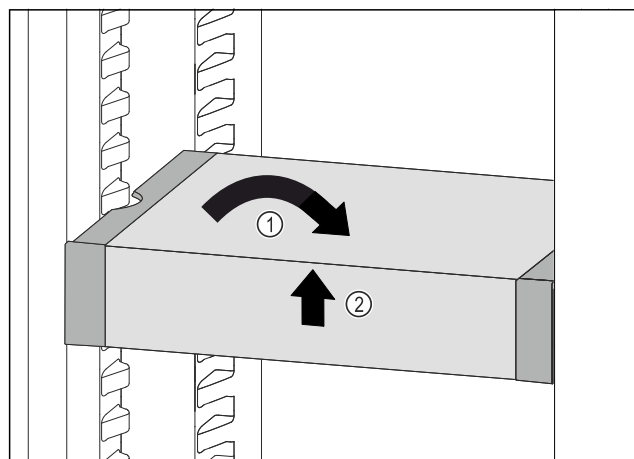

Fig. 214
- Vendosni drejt VarioSafe. Fig. 214 (1)
- Ngrini lart VarioSafe në pjesën përpara. Fig. 214 (2)